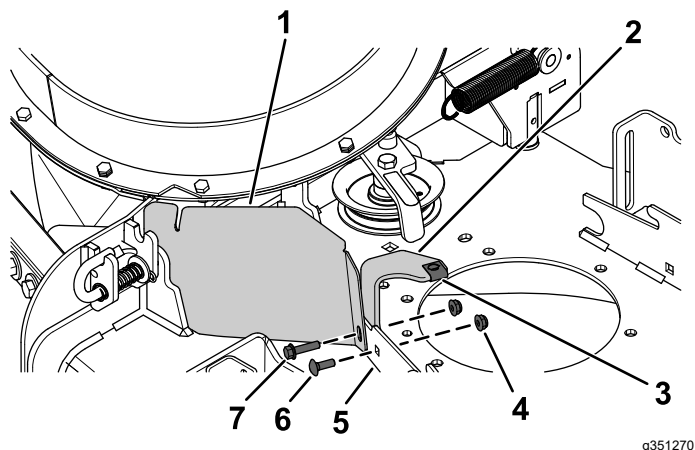

Figura 7
1. Alinee los orificios del protector de la polea (CE) con el orificio del soporte del deflector delantero y el orificio exterior de la pestaña delantera de la carcasa (Figura 7).
2. Instale el soporte de la cubierta de la correa (CE) (si no se instaló anteriormente) en los orificios de la parte trasera de la pestaña delantera de la carcasa (Figura 7).
3. Sujete el protector de la polea (CE) y el soporte de la cubierta de la correa (si no se instaló anteriormente) al orificio exterior de la pestaña delantera de la carcasa con 1 perno de cabeza hexagonal ($\frac{1}{4}$ " x 1") y una contratuerca ($\frac{1}{4}$ "), como se muestra en la Figura 7.
4. Sujete el soporte de la cubierta de la correa al orificio interior de la pestaña delantera de la carcasa con un perno de cuello cuadrado ($\frac{1}{4}$ " x $\frac{3}{4}$ ") y una contratuerca ($\frac{1}{4}$ "), como se muestra en la Figura 7.
5. Alinee la tuerca rápida con el orificio de la parte superior del soporte de la cubierta de la correa (CE), y coloque la tuerca rápida a presión en el soporte (Figura 7).